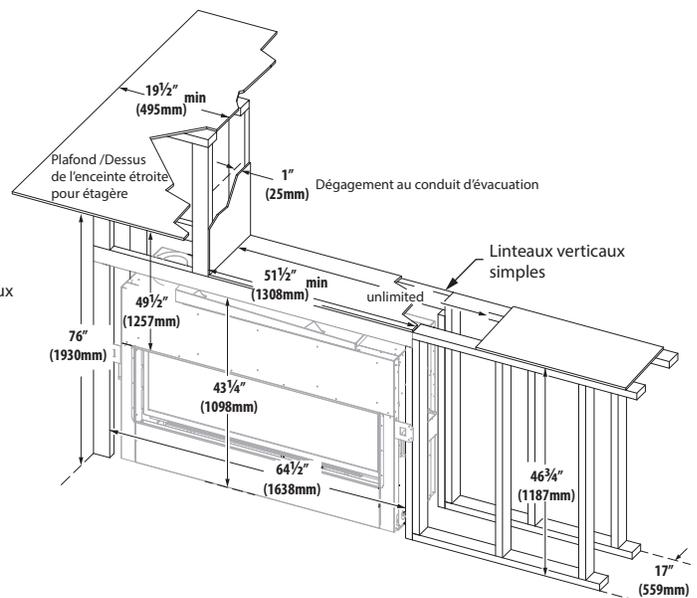

FIGURE 3.8 Dimensions d'ouverture brute (installation standard) pour encadrement d'enceinte pleine largeur et encadrement d'enceinte étroite (pour étagères)
- Un dégagement minimum de 1 po (25 mm) est exigé entre toute partie du conduit d'évacuation et le dessus (ou plafond) de l'enceinte, pour les terminaisons d'évacuation horizontales avec un encadrement d'enceinte pleine largeur. Voir Figure 3.8.